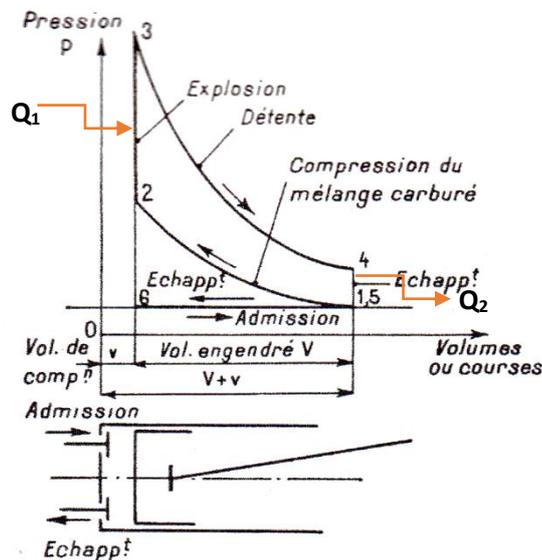

Figure1. Diagramme (PV) du Cycle théorique
Le moteur à essence est un moteur à allumage commandé (AC), son fonctionnement obéit au cycle de Beau de Rochas qui prend en compte une compression préalable d'un mélange carburé (ou charge) et la combustion à volume constant (voir figure 1. ci-dessous).